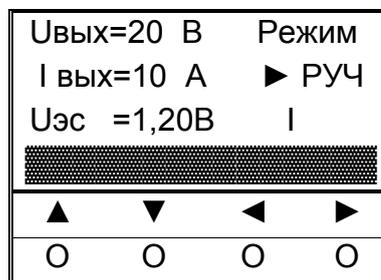

Рисунок 14
3. С помощью кнопок управления «◀», «▶» установить ползунок в крайнее правое положение, проконтролировать значения параметров: $U=19\dots 21\text{В}$, $I=10\text{А}$ (рисунок 14).